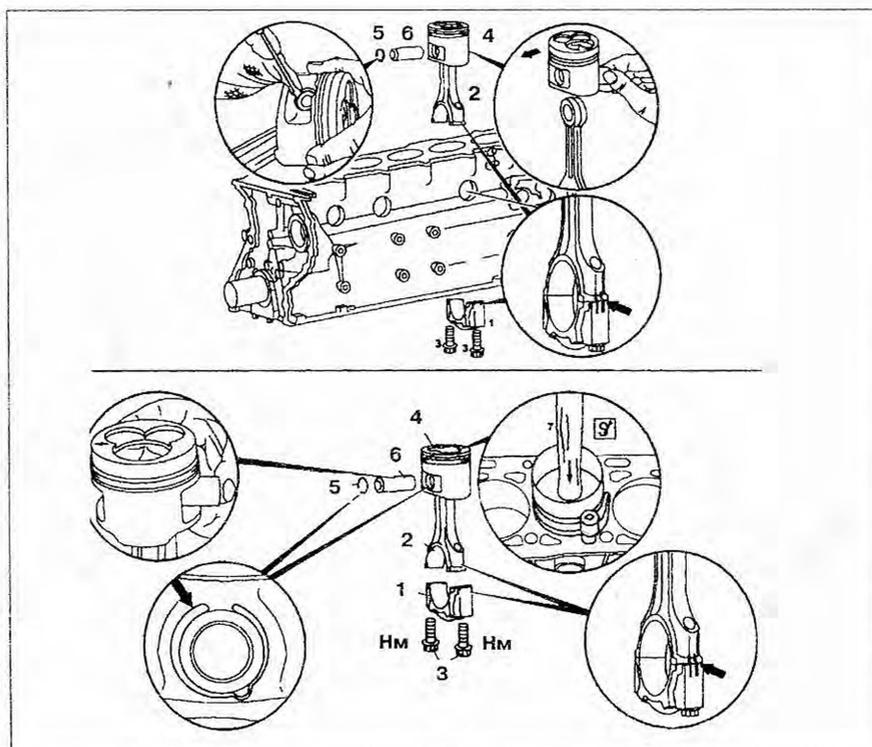

Рис. 2.40. Поршни:
4. Открутите болты крепления крышек 1 шатунов. Шатун 2 и шатунные крышки 1 устанавливаются по боковой метке (стрелка) (рис. 2.40).